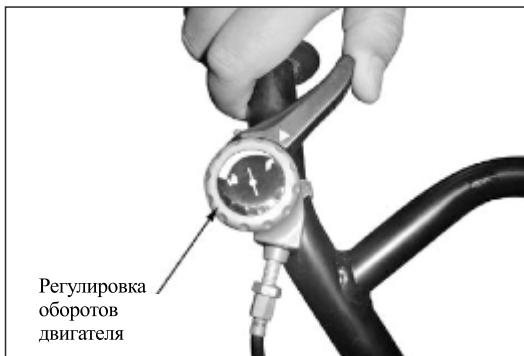

Рис. 19
- Регулятор оборотов двигателя переведите в положение **MAX** (заяц) (рис. 19).